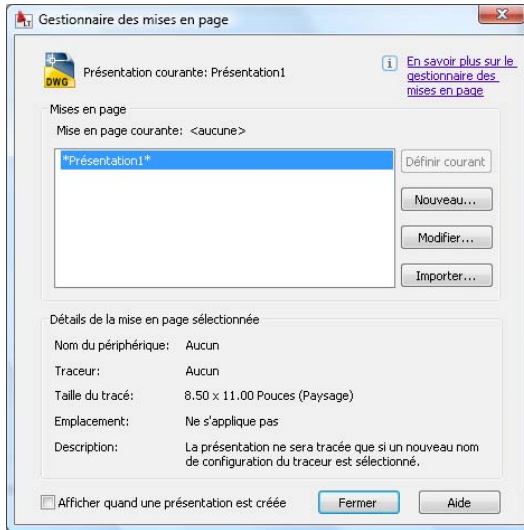

Figure 6.4
4. Le gestionnaire des mises en page apparaît dans sa configuration par défaut. Cliquez sur Modifier (voir Figure 6.4).